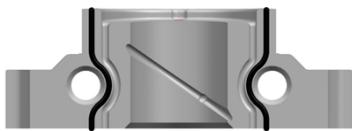

图 9.4
- 5、气门间隙符合要求后，拆下凸轮轴轴承盖III，参照下图9.4，在凸轮轴轴承盖III上相应位置，涂抹适量厌氧密封胶（胶线直径1mm左右），再将凸轮轴轴承盖III安装到气缸盖上，拧紧螺栓至规定力矩（见表2.1）。